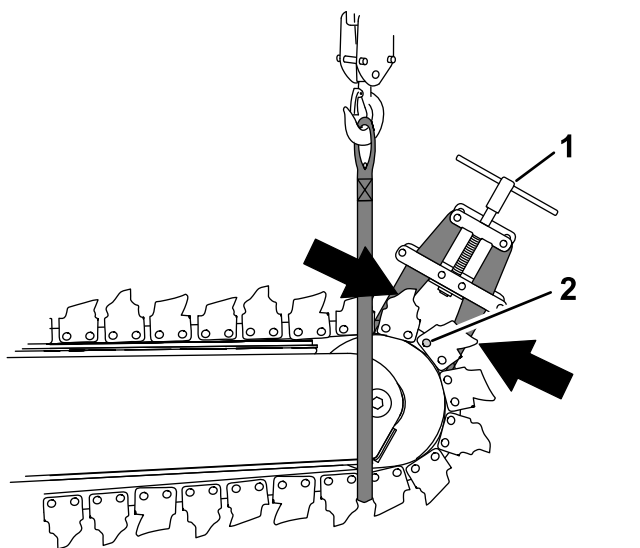
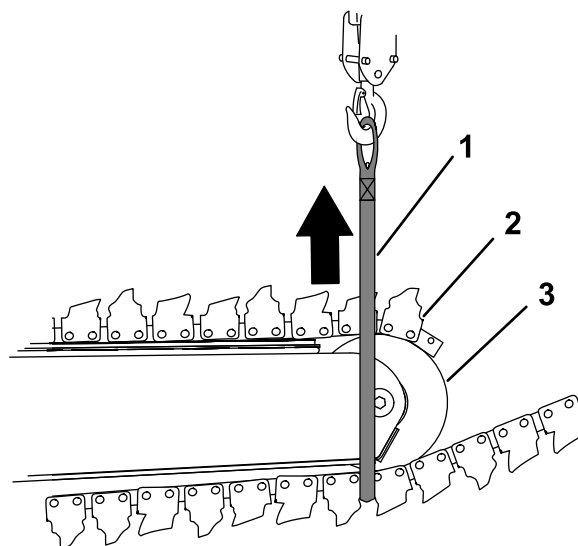

Рисунок 14
Рисунок 19
1. Начиная отсчет от главного штифта, оберните подъемную стропу длиной 3,65 м и грузоподъемностью 181,4 кг вокруг цепи в месте расположения землеройного зуба на пятом или шестом звене ниже и впереди стрелы (Рисунок 14).
3. Закрепите концы цепи зажимом для цепи в месте расположения валиков звеньев с каждой стороны внутренней и наружной пластин в месте расположения главного штифта (Рисунок 14).
5. Отключите вспомогательную гидравлику, когда конец цепи будет расположен сверху на натяжном колесе (**Рисунок 19**).
1. На конце цепи, которая лежит на земле, оберните подъемную стропу вокруг цепи в месте расположения землеройного зуба на пятом или шестом звене цепи (**Рисунок 19**).
2. Поднимите цепь и расположите ее вокруг натяжного колеса (Рисунок 19 и Рисунок 14).